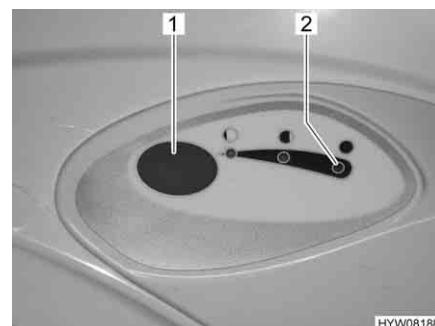

Fig. 198 Pulsante dello sciacquone/spia di controllo (toilette Thetford)
- Per sciacquare premere il pulsante blu (Fig. 198,1).
La spia di controllo (Fig. 198,2) si accende quando il serbatoio fisso deve essere svuotato.